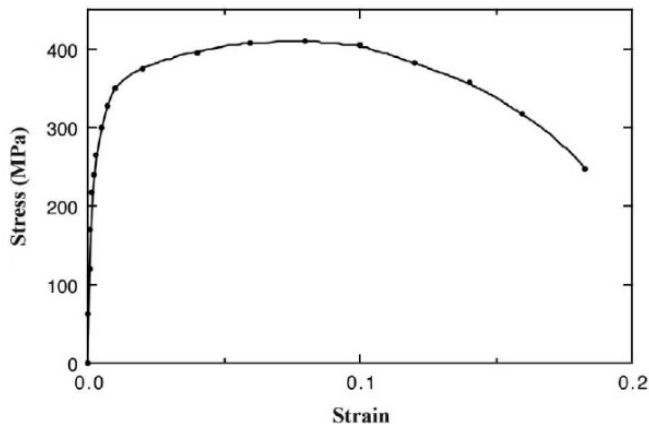

Figura 1. (0,4 pontos)
- d) A resistência à tração, conforme Figura 1, é aproximadamente **410 MPa** (o ponto máximo da curva tensão-deformação). (0,4 pontos)